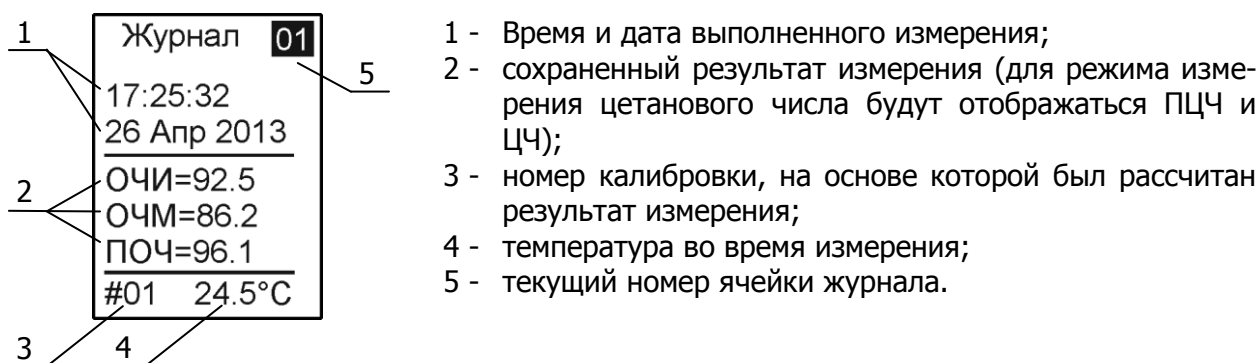

Рисунок 13 — Просмотр журнала
- кнопками (↑, ↓) установить желаемую ячейку памяти для просмотра (рисунок 13);
- нажать (X) для выхода из просмотра.